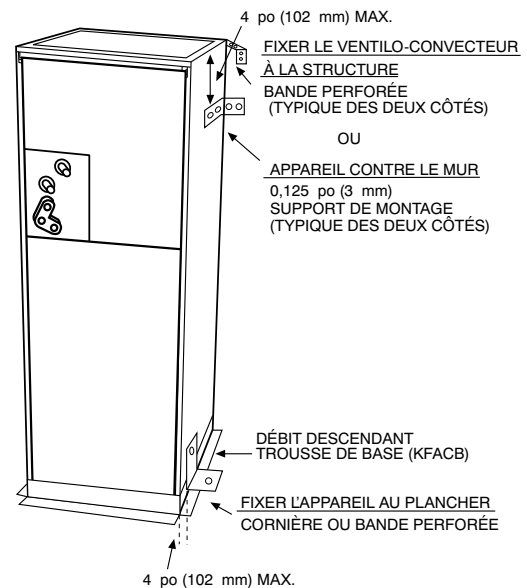

Fig. 9 – Applications pour maisons préfabriquées et maisons mobiles
- b. Si le ventilateur-convecteur se trouve contre un mur, fixez-le au poteau mural au moyen de cornières de 1/8 po (3 mm) d'épaisseur. Fixez les supports au ventilateur-convecteur au moyen de vis autotaraudeuses n° 10 et au poteau mural au moyen de vis tire-fond de 5/16 po (Fig. 9).